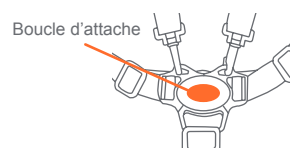

Fig. 16
- 16)** • Pour libérer la ceinture, appuyer sur le bouton au centre des boucles, les deux sangles se détacheront (Fig. 16).